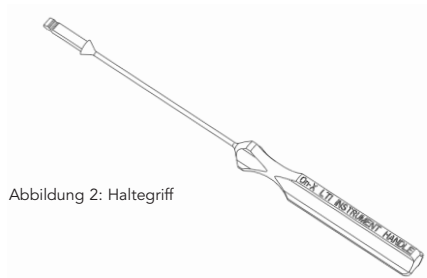

Abbildung 2: Haltegriff
**Haltegriff** – Der Haltegriff (Abb. 2) erleichtert das Festhalten der Klappe oder des Drehinstruments während der Operation. Er besteht aus einem Griff, einem biegbaren Schaft und einer Spitze.